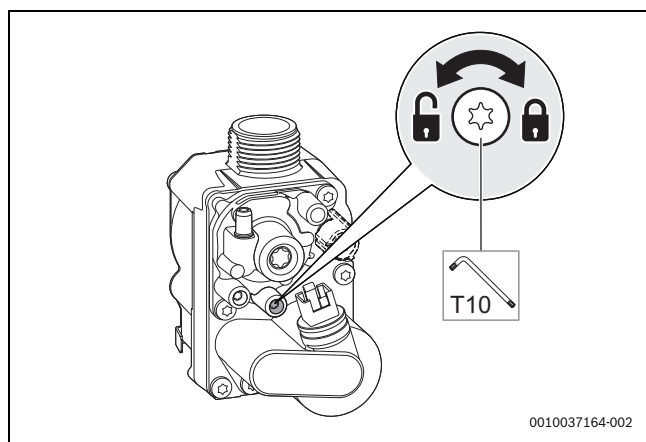

Bild 111 Gas-Anschlussdruck messen
- Schraube am Messstutzen für den Gas-Anschlussdruck 2 Umdrehungen lösen (→ Bild 111).